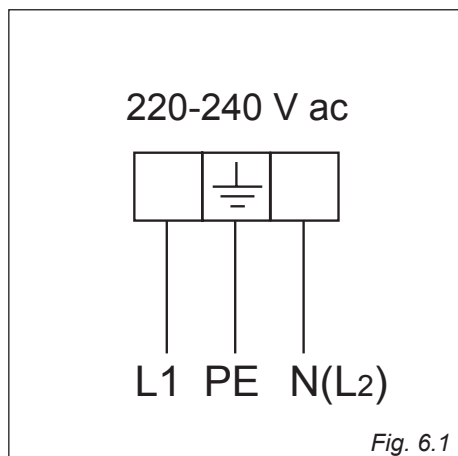

Fig. 6.1
- Il cavo elettrico deve essere connesso alla morsettiera secondo lo schema di fig. 6.1.